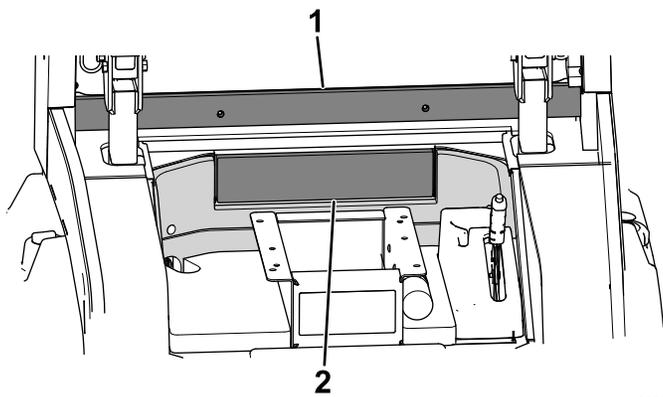

Figura 18
- 3. Remova a película posterior e instale a almofada retangular do corta-vento (Figura 18).
4. Remova a película posterior e instale o tapete da janela traseira (Figura 18).